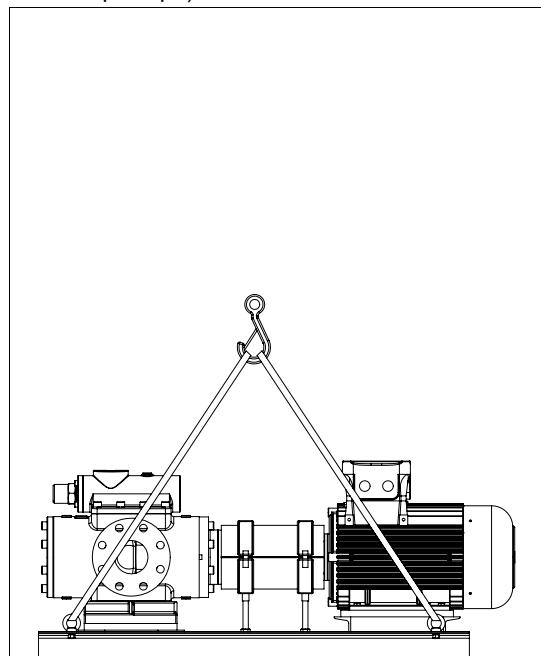

Fig. 3 Fixation des engins de levage (image de principe)
- Forme de construction CGH:** Visser les vis à anneau dans les quatre orifices sur le cadre de base et accrocher les sangles de levage dans les vis à anneau, voir Fig. 3, page 17.